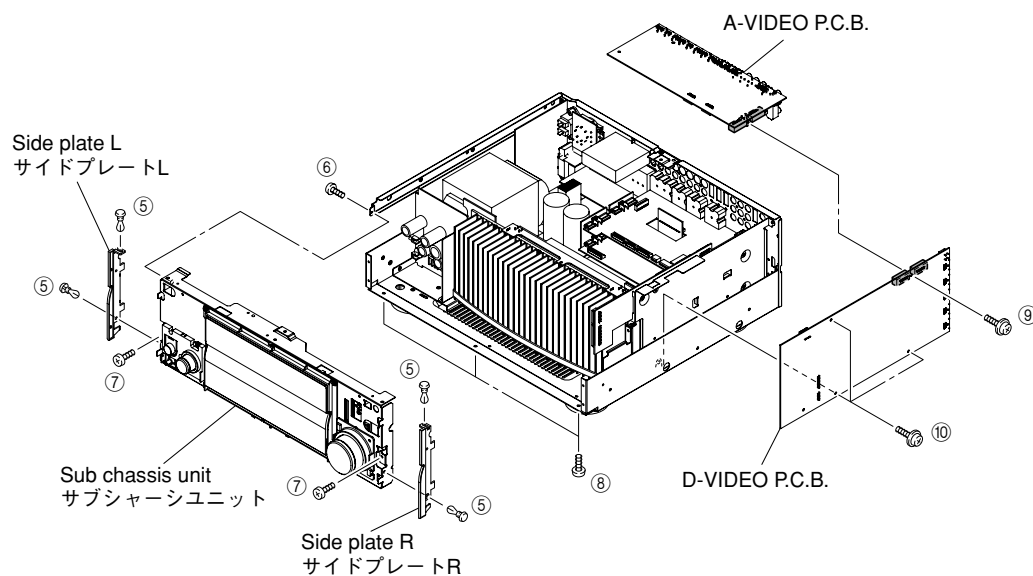

Fig. 2
- Remove 4 push rivets (⑤) and then remove the side plates L/R. (Fig. 2)
- Remove 1 screws (⑥), 2 screws (⑦) and 3 screws (⑧). (Fig. 2)
- Remove the sub chassis unit forward. (Fig. 2)
- ⑤のプッシュリベット4本を外し、サイドプレートL/Rを取り外します。(Fig. 2)
- ⑥のネジ1本、⑦のネジ2本、⑧のネジ3本を外します。(Fig. 2)
- サブシャーシを前方に取り外します。(Fig. 2)
- Remove 1 screw (⑨), 3 screws (⑩). (Fig. 2)
- Remove the D-VIDEO P.C.B. which is connected directly to the A-VIDEO P.C.B. with connectors. (Fig. 2)
- Remove the A-VIDEO P.C.B.. (Fig. 2)
- ⑨のネジ1本、⑩のネジ3本を外します。(Fig. 2)
- D-VIDEO P.C.B.を取り外します。ただし、D-VIDEO P.C.B.は、A-VIDEO P.C.B.と直接コネクタ接続されています。(Fig. 2)